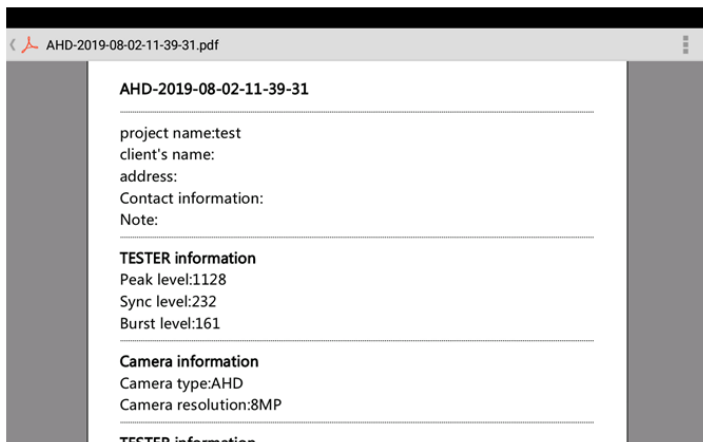

Рис. 93-94 Пример создания отчета о тестировании сигнала
- Create documents – создать документ с отчетом о тестировании (рис. 93-94)